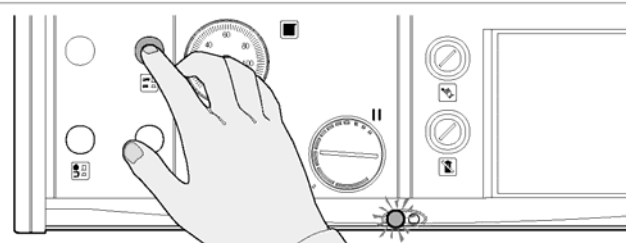

Fig. 4.4
- Нажмите главный выключатель на панели управления. При этом должна загореться зеленая сигнальная лампа (рисунок 4.4).